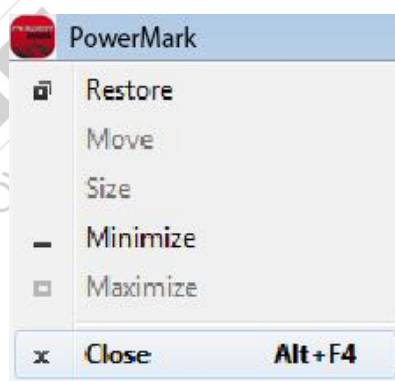

図 1.1.75
3. Cシステムを終了するには、左上のアイコン  をクリックします（Figure.1.1.75参照）。